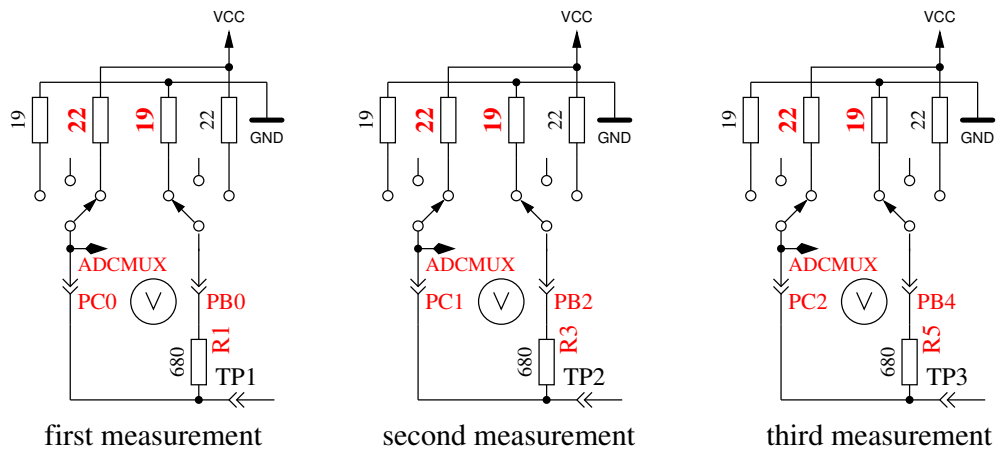

Abbildung 5.47: Messung des Innenwiderstandes des auf VCC geschalteten Port-C-Ausgängen.
9. **Messung des Innenwiderstandes von auf VCC geschalteten Port-Ausgängen.** Der benötigte Strom wird von auf GND geschalteten 680Ω-Widerständen geliefert. Es ist die gleiche Messung wie die in Test 8 zur anderen Seite, wie in Abbildung 5.47 gezeigt wird. Der Innenwiderstand wird wie folgt berechnet: Um den Strom zu berechnen: $(5001 - (\text{Ergebnis von Test 8}) - (\text{Ergebnis von Test 9})) / 680$. Die Widerstandswerte ergeben sich, wenn die gemessene Spannung durch diesen Strom dividiert wird. Der gefundene Mittelwert der Innenwiderstände der Ausgabe-Ports wird im EEPROM festgehalten. Das Ergebnis für diesen Test wird dann in Zeile 1 mit dem Text „RI_Hi=” in Ω angezeigt, der Innenwiderstand zur GND-Seite wird in Zeile 2 mit dem Text „RI_Lo=” angezeigt. Diese Werte stehen dann für weitere Messungen zur Verfügung.